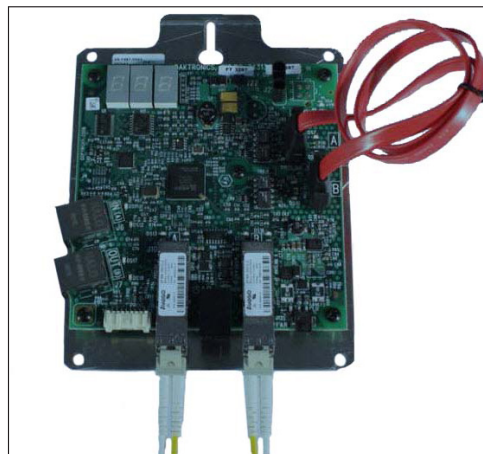

Figura 13: Enrutador ProLink conectado para autoprueba
1. Conecte un cable de fibra dúplex desde el Puerto A de fibra al Puerto B de fibra. Consulte la **Figura 13**.